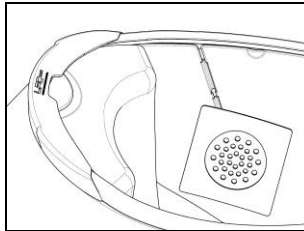

Abb. 23
- Fügen Sie den rechten Lautsprecher in den für ihn ausgesparten Bereich und das Kabel in die eigens dafür vorgesehene Rille ein (Abb. 23). Falls erforderlich, machen Sie den Kopfhörer mit Hilfe des mitgelieferten Klebbands fest.